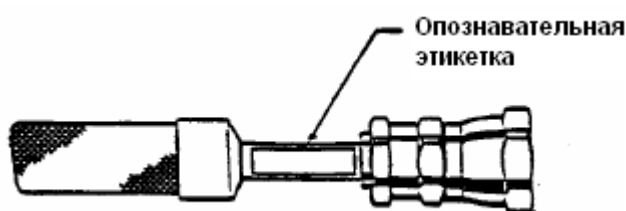

Рисунок 9 Наклеивание опознавательной этикетки
1. На линиях подачи газа имеются опознавательные этикетки. Перед установкой линий подачи газа пометьте каждую из них соответствующей этикеткой, ПОДАЧА (высокое давление, красный цвет) или ВОЗВРАТ (низкое давление, зеленый цвет), наклеив этикетку, имеющуюся на каждом соединении Aeroquip. См. рисунок 9.